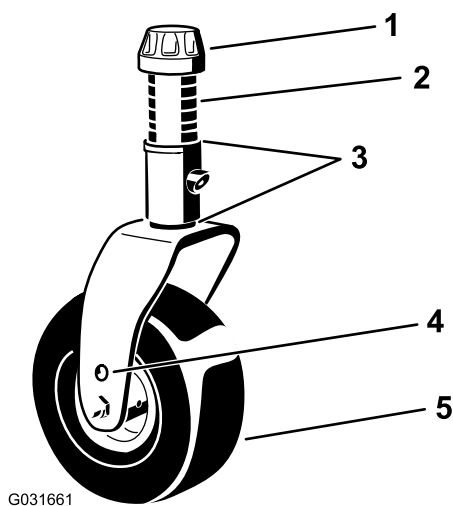
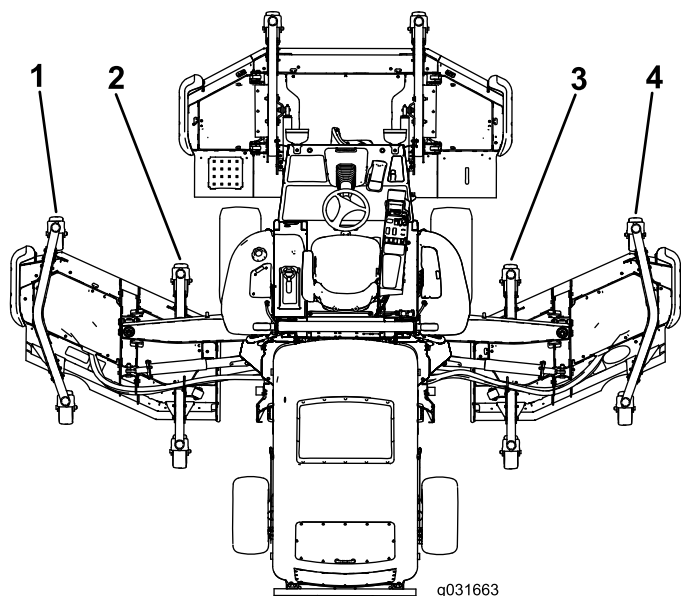

Figura 31
Figura 32
5. Si el borde interior de la carcaca lateral está demasiado alto respecto al borde exterior de la carcaca delantera, retire un suplemento de la parte inferior del brazo interior delantero de la rueda giratoria en la carcaca lateral del cortacésped (Figura 31 y Figura 32).
- Si el borde interior sigue estando demasiado alto, retire otro suplemento de la parte inferior del brazo interior delantero de la rueda giratoria de la carcasa lateral del cortacésped y un suplemento del brazo exterior delantero de la rueda giratoria de la carcasa lateral (Figura 31 y Figura 32).
brazo interior delantero de la rueda giratoria en la carcasa lateral del cortacésped (Figura 31 y Figura 32).